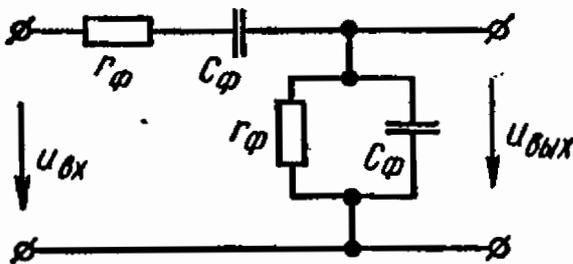

Рис. 8.19
8.19. Напряжение на входе избирательного rC -фильтра (рис. 8.19) задано выражением $u_{вх} = 10 + 30 \sin \omega t + 8 \sin 3\omega t$.